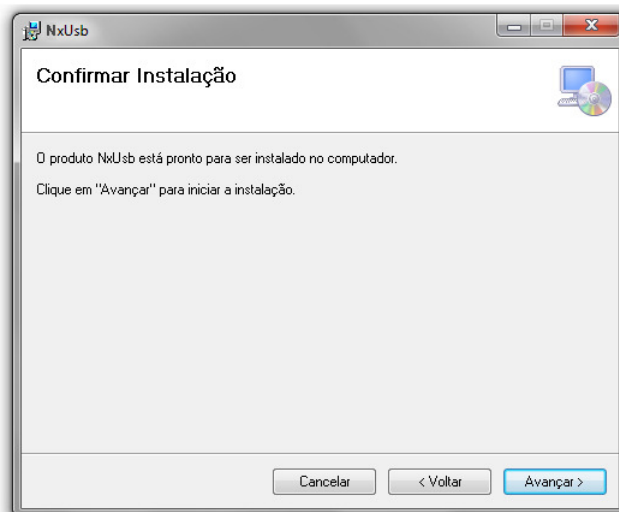

Figura 11
- A seguir pressione novamente o botão de avançar para começar a instalação (Figura 11).